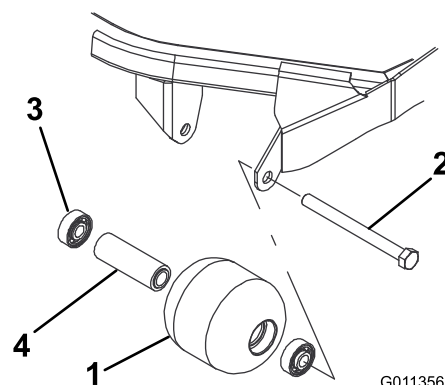

図 17
1. ローラ取り付けボルトを外す (図 17)。
4. ローラ・ハウジング、ベアリング、ベアリング・スペーサに破損がないか点検する (図 17)。破損している部品を交換し、組み立てを行う。
1. 第一のベアリングをローラ・ハウジングに押し込む (図 17)。アウター・レースのみを押すか、インナー・レースとアウター・レースを均等に押すかする。
2. スペーサを入れる (図 17)。
3. 第二のベアリングをローラ・ハウジングに入れる (図 17)；このときは、インナー・レースがスペーサに接触するまで、インナー・レースとアウター・レースを均等に押す。